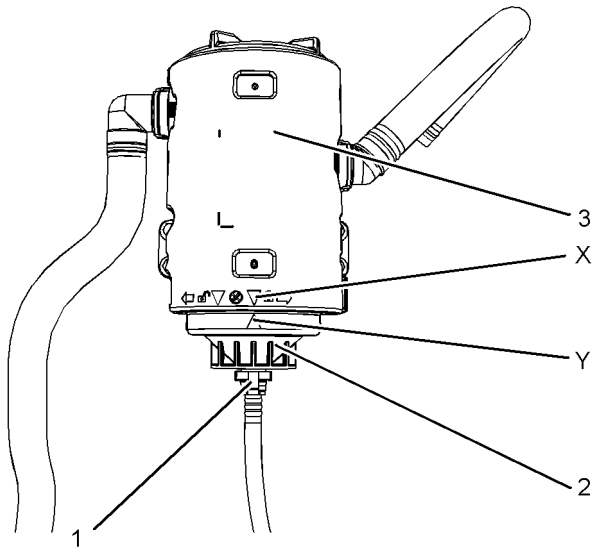

Ilustración 68
6. Instale el conjunto del elemento de filtro y la tapa inferior (2). Rote la tapa inferior con la mano hacia la izquierda hasta que quede en la posición bloqueada en el cuerpo del respiradero. Asegúrese de que las marcas de alineación (X e Y) están alineadas correctamente. Consulte la Ilustración 68.
7. Instale la conexión del tubo (1). Asegúrese de que los broches de retención en la conexión del tubo están sujetos correctamente. Quite el recipiente.